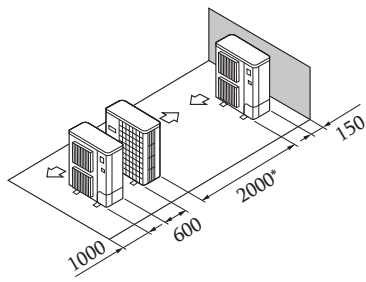

Fig. 2-13
- ⑤ Բլոկների դասավորությունը մեկ հորիզոնական շարքով (Fig. 2-13)